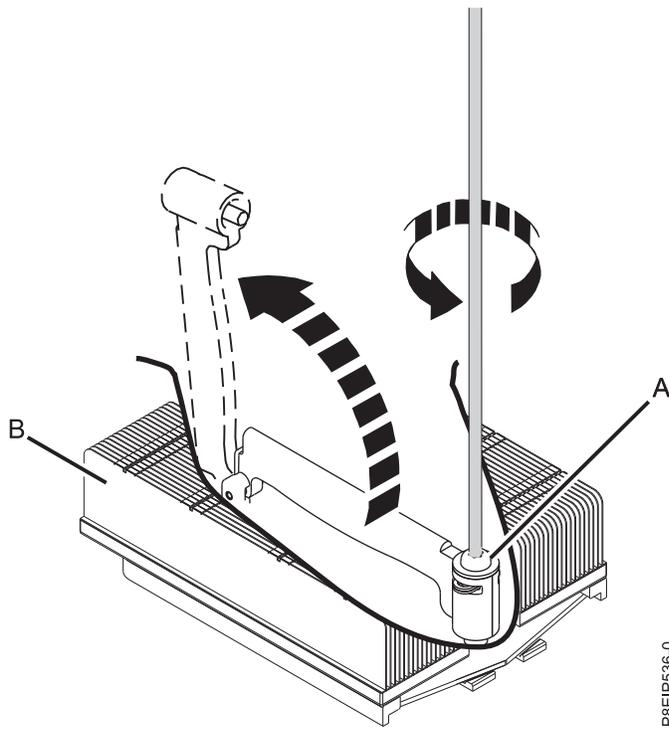

Figura 34. Aflojar el tornillo del brazo de carga del dissipador térmico
3. Afloje el tonillo del brazo de carga (A) del disipador térmico (B) que está extrayendo con un destornillador Phillips #3. El brazo de carga gira en la dirección que se muestra en la Figura 34 en la página 37.